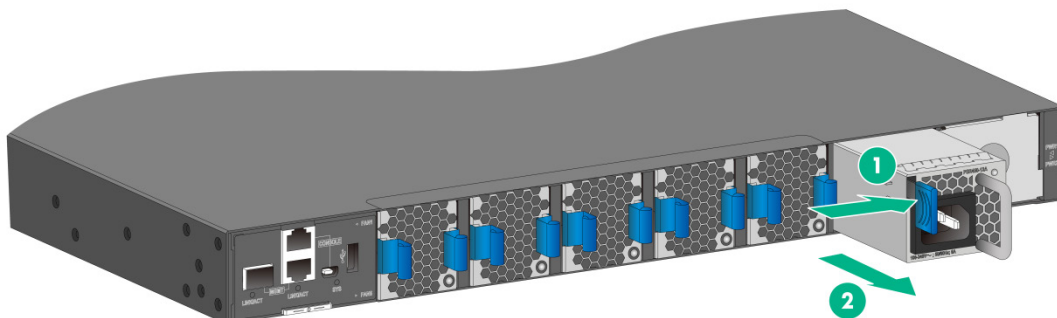

図 8-14 PSR450-12A1-N、LSVM3AC650 の取り外し
- 3) 図 8-14 に示すように、片手で電源モジュールのハンドルを持ち、親指で電源モジュールのラッチを右に押して、スロットから電源モジュールを途中まで引き出します。